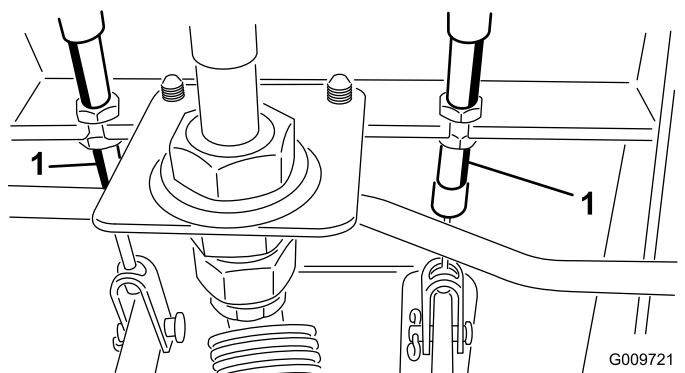

Figure 117
- A. Desserrez l'écrou avant sur l'extrémité fileté du câble de frein (Figure 117).